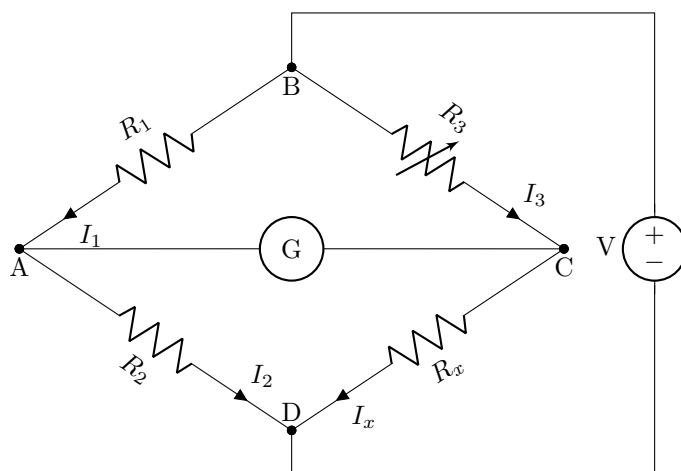

Figura 2.1: Puente de Wheatstone para Medir la Resistencia Desconocida R_x .
La figura 2.1 representa el tipo más corriente, el puente de Wheatstone. En esta disposición hay cuatro resistencias en el circuito. La resistencia desconocida que se desea medir, R_x , se conecta entre los bornes C y D. R_1 y R_2 son resistencias de precisión de valor fijo llamadas «brazos de proporción», y R_3 es una resistencia variable conocida. El indicador es un galvanómetro de alta sensibilidad con el cero en el centro, G. La corriente pasará por G cuando haya una diferencia de potencial entre los puntos A y C. Cuando no existe diferencia de potencial entre estos puntos, es decir, cuando $V_{AC} = 0$, la aguja del galvanómetro volverá a su posición de reposo o cero. Cuando $V_{AC} = 0$, se dice que el puente está equilibrado.
En el circuito de la figura 2.1 sean I_1 la corriente en R_1 , I_2 en R_2 , I_3 en R_3 e I_x en R_x . La tensión de A a B es $I_1 \times R_1$, es decir
2. Los brazos de proporción R_1 y R_2 de la figura 2.1 son resistencias de precisión que se conmutan para que den el multiplicador deseado del margen de resistencia del puente.